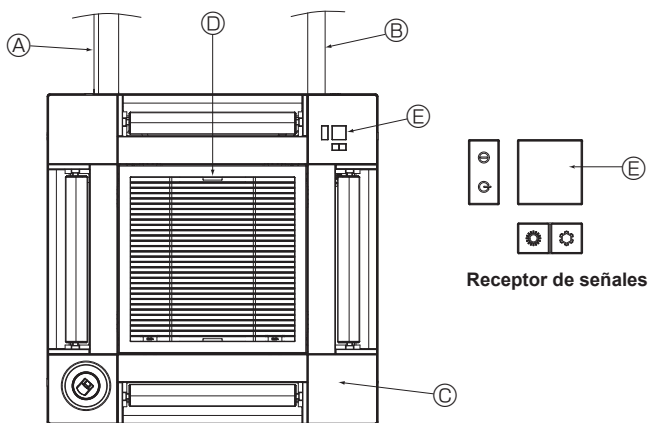

Fig. 10-17
10.5. Instalación de la rejilla de admisión (Fig. 10-17)